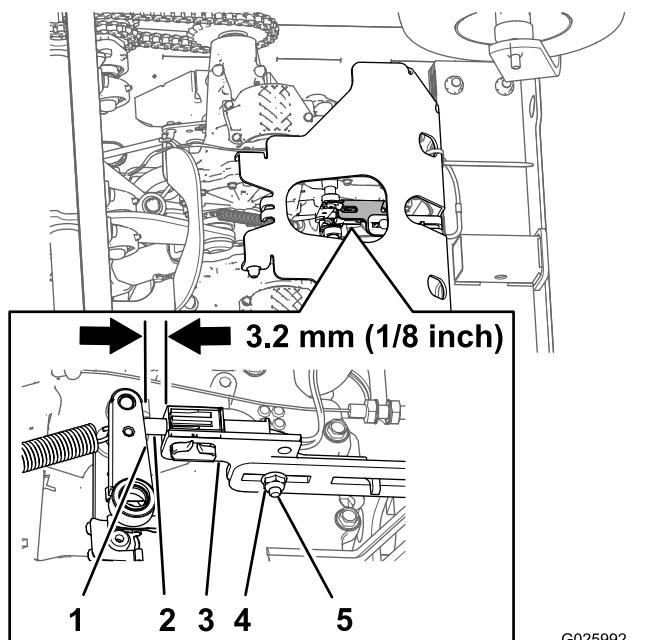

Figure 47
5. Vérifiez la distance entre le support du contacteur du frein de stationnement et le bras de frein de la transmission (Figure 47).
- A. Desserrez le contre-écrou et le boulon de carrosserie qui fixent le support du contacteur de frein de stationnement (Figure 47).
- B. Ajustez la position support du contacteur de frein jusqu'à ce que le support et le bras de frein soient espacés de 3,2 mm (1/8 po) (Figure 47).
- C. Resserrez le contre-écrou et le boulon de carrosserie (Figure 47) qui fixent le support du contacteur de frein à un couple de 1 017 à 1 243 N·cm (90 à 110 lb-po).